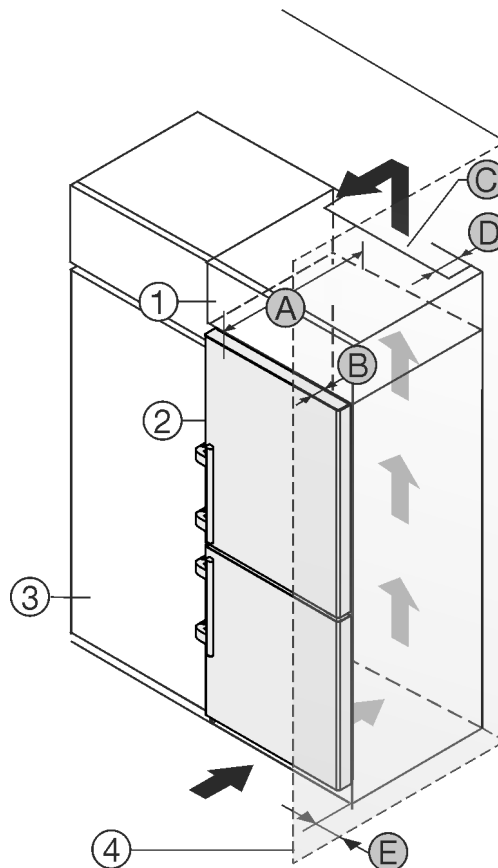

Fig. 2
- (1) Nasadni ormar *
- (2) Uređaj *
- (3) Kuhinjski ormar *
- (4) Zid *
- (A) Dubina uređaja *
- (B) Dubina vrata *
- (C) Ventilacijski presjek *
- (D) Udaljenost od stražnje strane uređaja *
- (E) Udaljenost od bočne strane uređaja *
Uređaj možete postaviti neposredno pored kuhinjskog ormara *Fig. 2 (3)*.*
Na stražnjoj strani visećeg ormara treba postojati otvor za odzračivanje dubine *Fig. 2 (D)* po cijeloj širini visećeg ormara.*
Ispod stropa prostorije treba poštovati ventilacijski presjek *Fig. 2 (C)*.*
Kada se uređaj postavlja s okovima pored zida *Fig. 2 (4)*, razmak između uređaja i zida mora iznositi najmanje 57 mm. To odgovara stajanju ručice kod otvorenih vrata.*
Kako biste vrata mogli potpuno otvoriti, uređaj mora biti za dubinu vrata *Fig. 2 (B)* ispred u odnosu na prednjicu kuhinjskog ormara. Ovisno o dubini kuhinjskih elemenata *Fig. 2 (3)* i uporabi zidnih odstoynika, uređaj može i dalje stršati.*